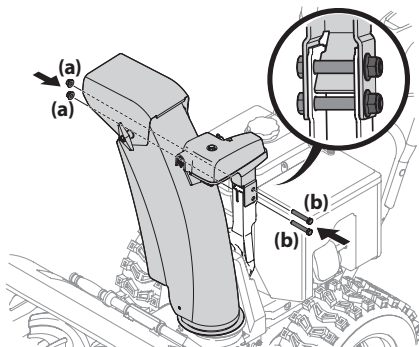

Figure 2-28
3. Fixez la commande de la goulotte sur son support avec le contre-écrou (a) et la vis hex. (b) retirés à l'étape 1. Voir Figure 2-28.